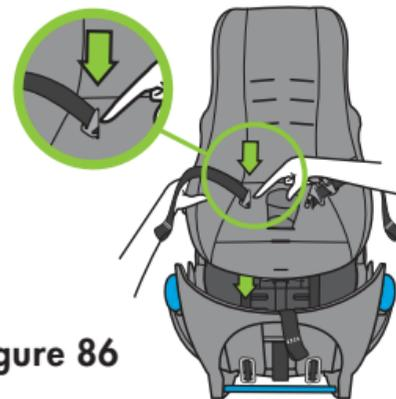

Figure 86
- Positionnez l'attache de poitrine de sorte que son extrémité soit alignée avec l'ouverture de la sangle de hanche et poussez l'attache de poitrine vers le bas à travers l'ouverture de la sangle de hanche dans la housse et la coque intérieure du porte-bébé, comme illustré à la **Figure 86**.